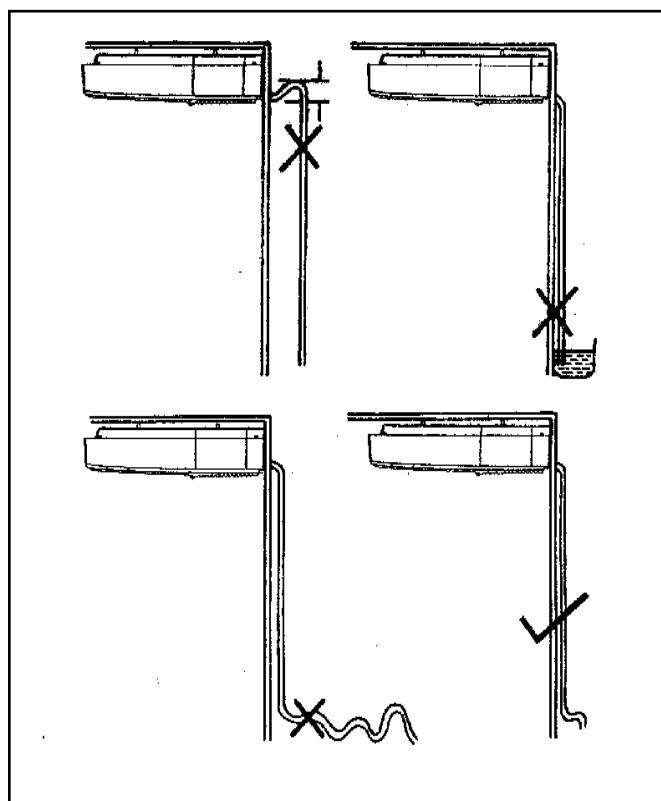

FIGURA 9 - SITUAÇÃO DE DRENAGEM INEFICAZ
- c) A unidade usa drenagem por gravidade. A tubulação do dreno, no entanto, deve possuir declividade. Evite as situações indicadas na Figura 9.